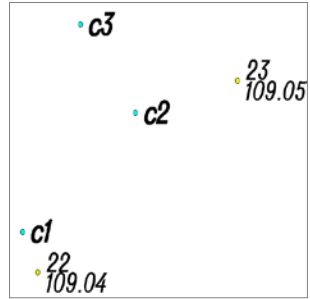

Рис. 5.5
- Не закрывая метод построения, создайте точку **c2** (рис. 5.5) на расстоянии от точки 22 – 9 м, от точки 23 – 6 м. Параметры задайте такие же, как и для точки **c1**.
4. В результате созданы точки, как показано на рис. 5.5.